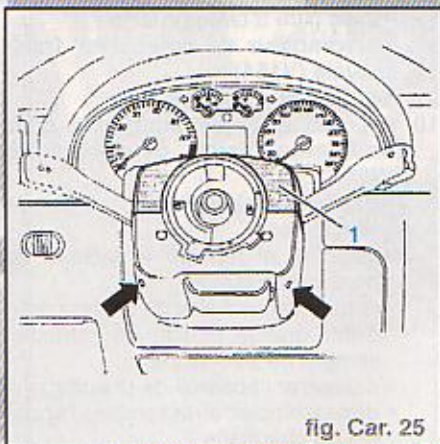

fig. Car. 25
- Dévisser les deux vis à empreinte cruciforme (flèches) (fig. Car. 25).
- Retirer le revêtement supérieur (1) du commodo.